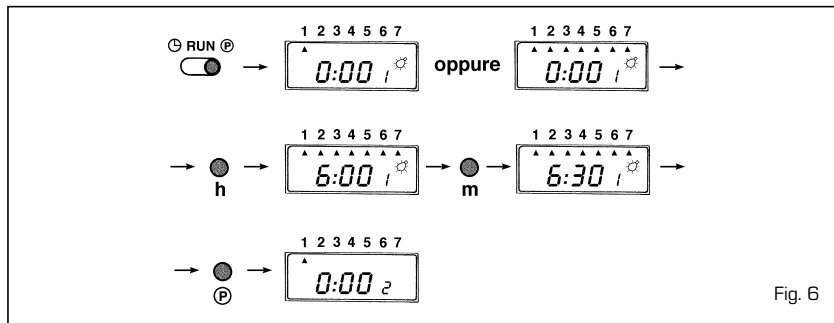

Fig. 6
- Predisposición del programa (fig. 6)